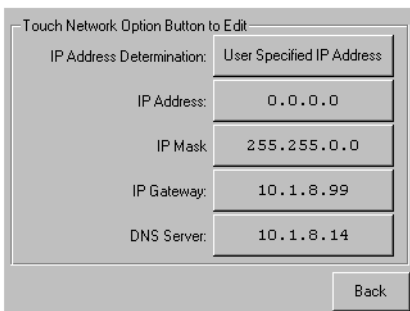

Figura 3-11. Schermata indirizzo IP fisso
4. Sfiare ciascuna opzione di indirizzo IP e immettere ciascun indirizzo IP con il tastierino numerico (vedere la Figura 3-11):